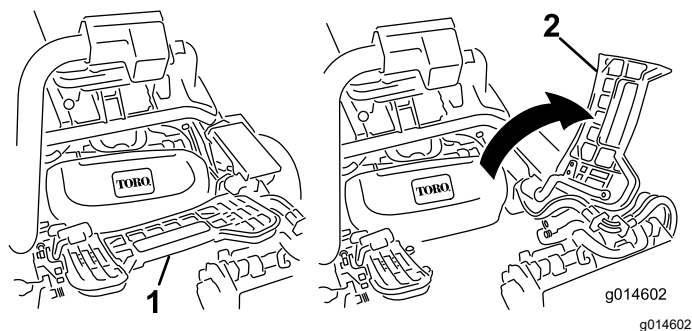

Figure 59
2. Relevez le repose-pieds pour accéder à la position de l'unité de coupe centrale (Figure 59).